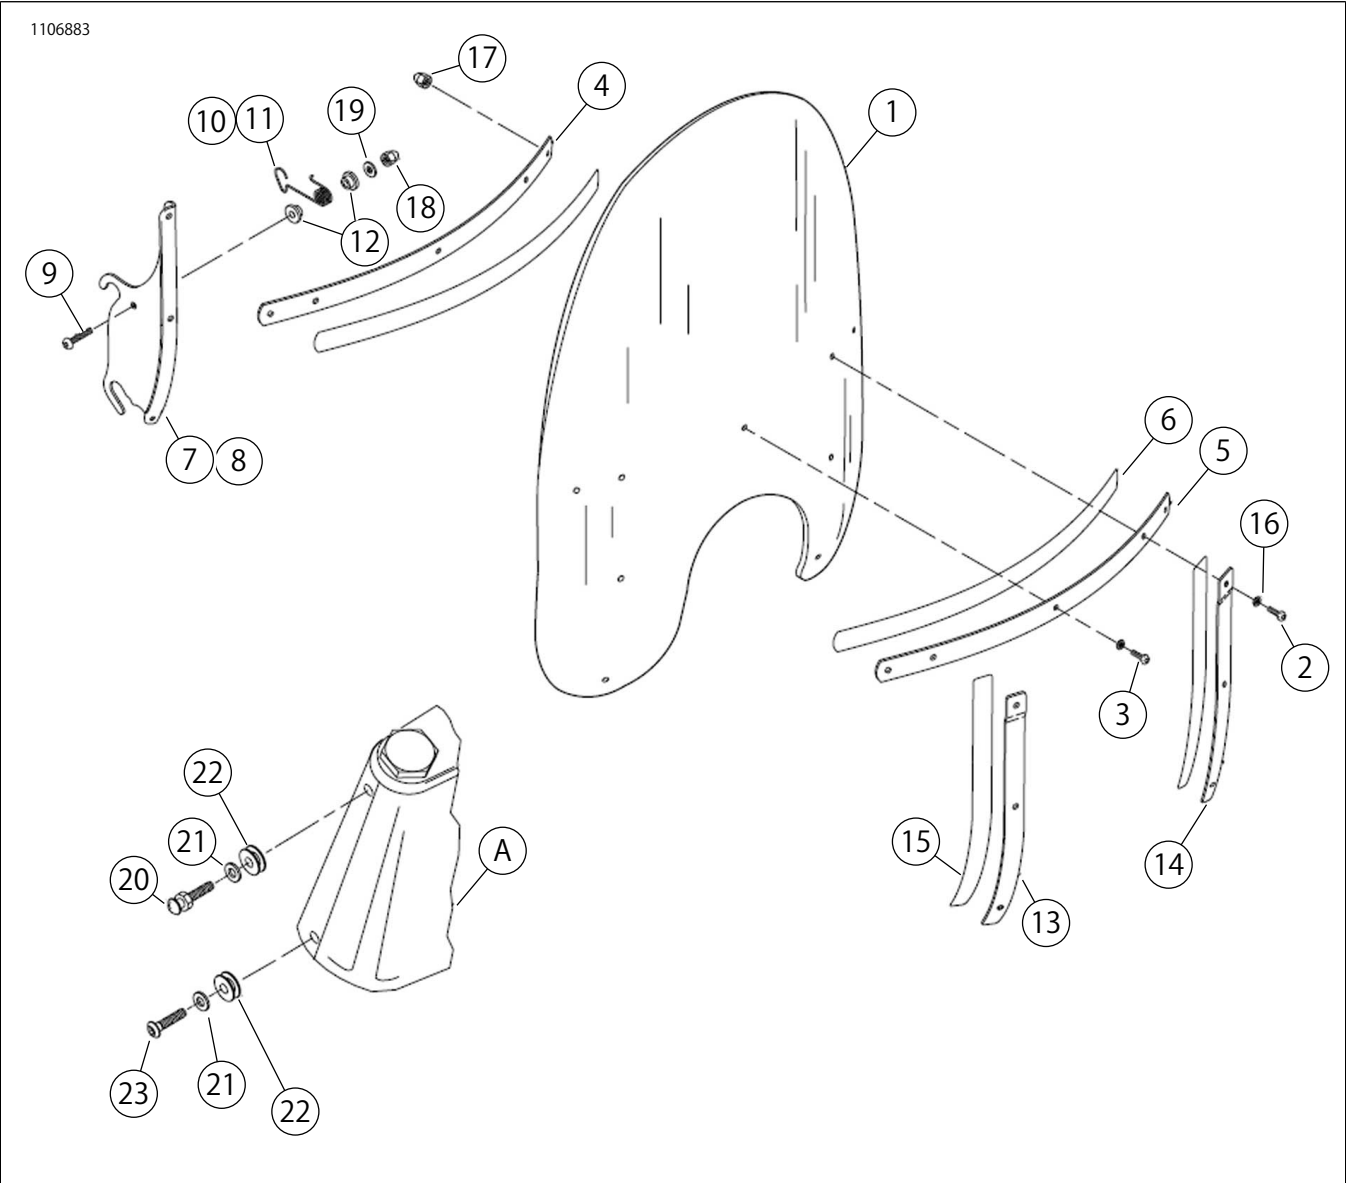

図1。交換用パーツ：ウィンドシールドキット
「図1」および「表1」を参照してください。
2. 「図1」を参照してください。ワッシャー (21) およびマッシュルームヘッドスクリュー (20) を使用して、アッパードッキングブッシング (22) を取り付けます。LOCTITE 242 MEDIUM STRENGTH THREADLOCKER ADHESIVE (BLUE) (LOCTITE 242中強度スレッドロッカー接着剤) (青) (Loctite 242) をスクリューのねじ山に塗布します。締め付けます。25.8 N·m (19 ft-lbs)
4. クロームヘッドランプナセル装備車の場合は、ワッシャー (21) とボタンヘッドスクリュー (23) を使用して、ロアドッキングブッシング (22) を取り付けます。ストリートストーカーヘッドランプナセル装備車の場合は、ワッシャー (21) とボタンヘッドスクリュー (24) を使用して、ロアドッキングブッシング (22) を取り付けます。